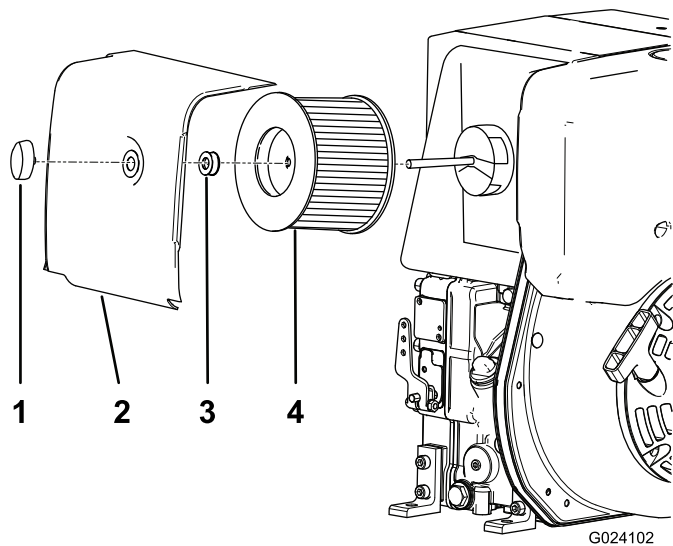

Figura 24
2. Desenrosque a arruela da tampa e remova a tampa(Figura 24).
3. Desenrosque a arruela do filtro e remova o elemento (Figura 24).